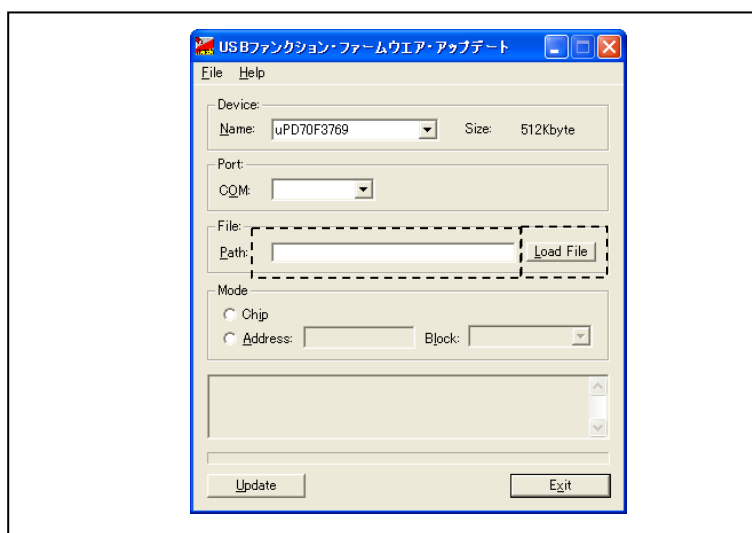

図 3-5 ファイル転送アプリケーションでファイルを選択
- (3) 評価ボードへ転送するサンプル・ユーザ・プログラムの HEX ファイル（ここではタッチ・パネル・プログラムの“touch_sample.hex” ファイルを指します）を PC 側に用意します。PC 上で、ファイル転送アプリケーションを起動します（図 3-5 参照）。